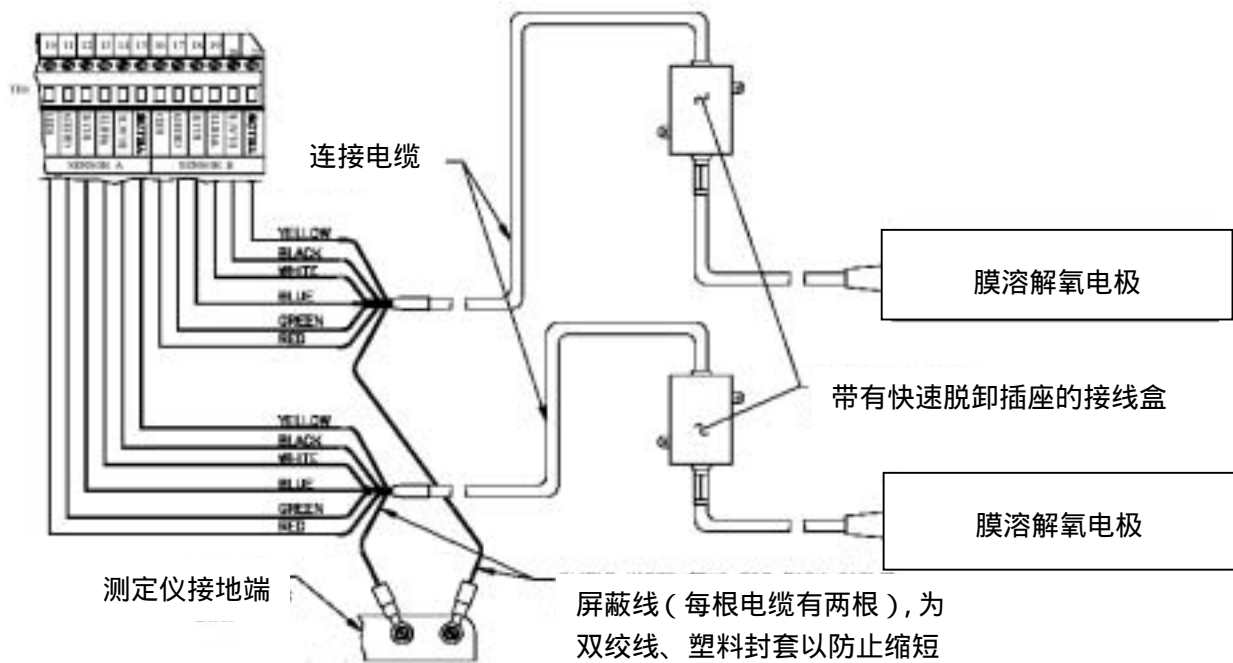

图 2-4 GLI 膜溶解氧传感器
4. 参阅图 2-4，将其它的连接电缆接到分析仪的 TB1 的 SENSOR A（传感器 A）接线端，注意颜色须匹配。（如果用了第二个传感器的话，交其用相同的连接到 SENSOR B（传感器 B）接线端）。